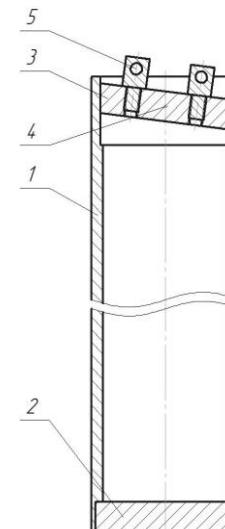

Рис. 1. Эскиз пробоотборников типа ПО-45-330. 1 – корпус; 2 – донце; 3 – поворотная крышка; 4 – винты крышки; 5 – бобышка для крепления троса.
5.1. Пробоотборники типа ПО-45-330 представляют собой цилиндрический сосуд (Рис.1. Поз.1), изготовленный из алюминиевого сплава. Пробоотборники имеют захлопывающуюся крышку (Поз.3), которая плотно притерта к корпусу пробоотборника, фиксируется винтами (Поз.4) и приводится в движение двумя отрезками металлического троса, закрывая пробоотборник при натяжении одного из отрезков троса.